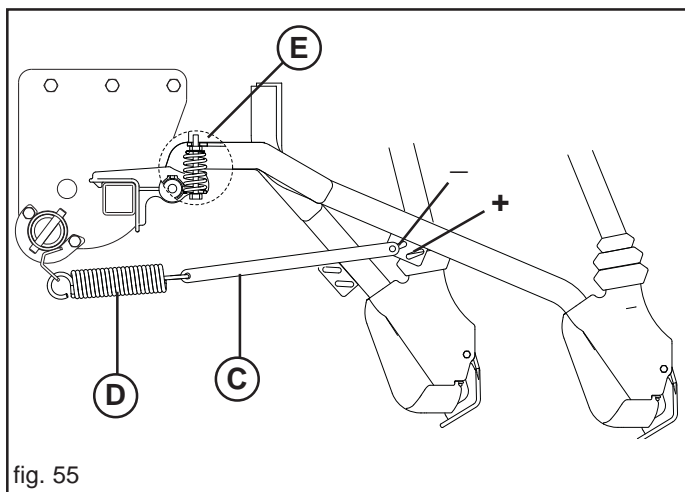

fig. 55
Se puede graduar ulteriormente la presión individualmente variando la posición de los tirante (C, Fig. 55).
Sólo con surcadores de bota está disponible, como accesorio, un muelle (E, Fig. 55) que permite poner a cero individualmente el peso el elemento de muelle (D) completamente descargado. En esta situación, es posible efectuar siembras superficiales.